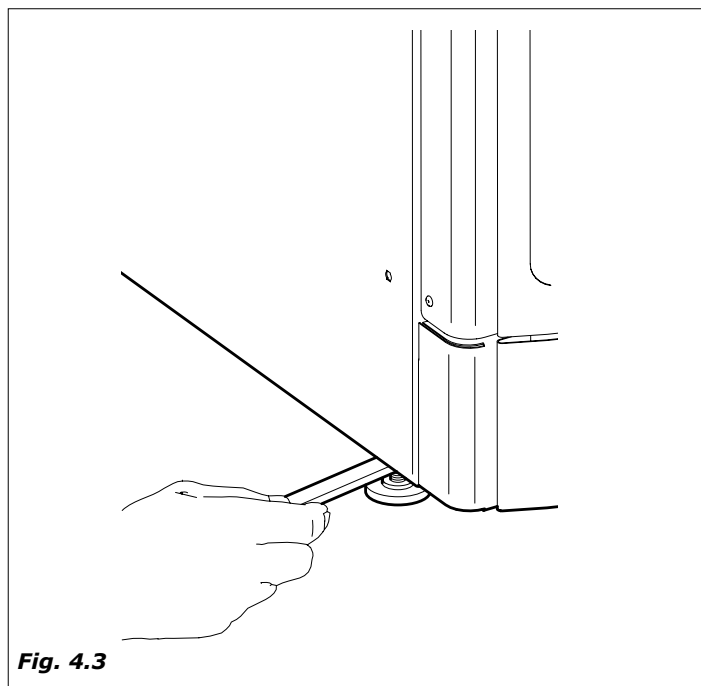

Fig. 4.3
- Nivelar el distribuidor, colocando un nivel sobre el mueble. Asegurarse que el desnivel no es superior a 2° (Fig.4.3).